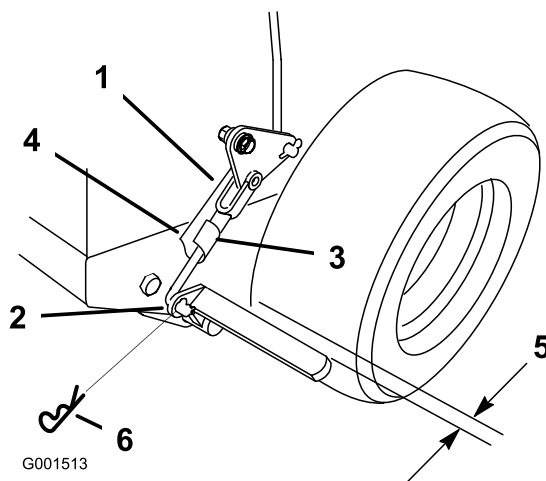

Figura 41
3. Rimuovete la coppiglia dal tirante inferiore del freno (Figura 41).
4. Ruotate la forcella della tiranteria del freno inferiore in senso orario per serrare il freno di stazionamento; ruotate la forcella della tiranteria del freno inferiore in senso antiorario per allentare il freno di stazionamento (Figura 41).
5. Fissate il tirante inferiore alla leva inferiore del freno con la coppiglia e il perno con testa (Figura 41).